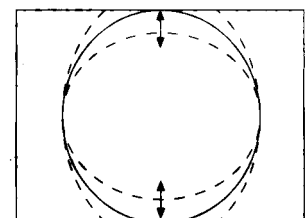

Fig. 8
- d) Regler la longueur vertical pour obtenir un balayage plus grand (fig. 8).